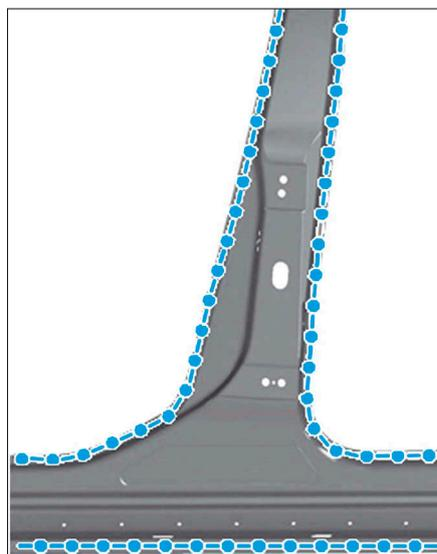

FIG. 66
• Préparer les zones d'accostage et les protéger par un apprêt soudable (Fig.66).